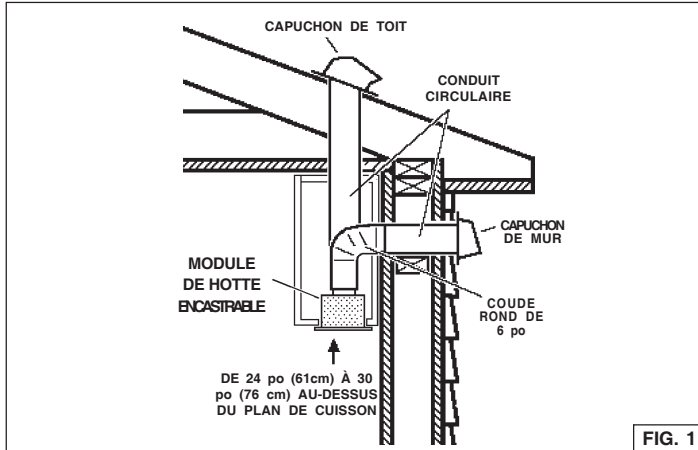

FIG. 1
1. Déterminer par où passera le conduit, entre votre module et l'extérieur (Réf Figure 1).